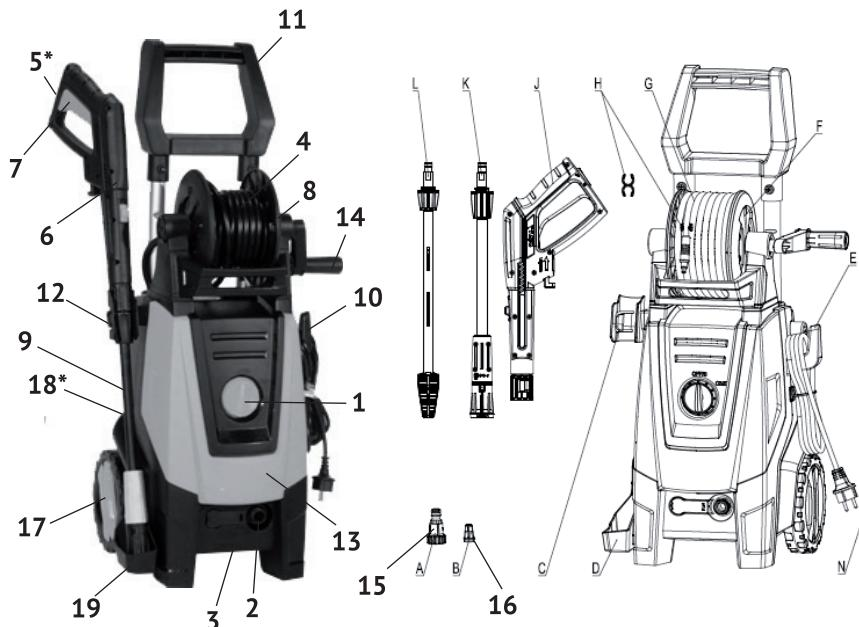

рис.1
4.1 Общий вид мойки представлен на рис. 1:
Электродвигатель с плунжерным насосом расположены в пластиковом корпусе (рис.1 поз.13). Сверху на корпусе закреплена рукоятка (рис.1 поз.11) для транспортировки. На держателе (рис.1 поз.12) крепится пистолет (рис.1 поз.19) с насадкой-удлинителем (рис.1 поз.20) и насадкой - распылителем с регулируемой головкой (рис.1 поз.9). Выключатель (рис.1 поз.1), выходной штуцер (рис.1 поз.2) и фиксатор быстросъёмного разъёма шланга высокого давления (рис.1 поз.3) расположены на передней панели корпуса мойки (рис.1 поз.13). На крюке (рис.1 поз.10) подвешен кабель питания с вилкой. На задней панели корпуса расположено отверстие для входа воды, на которое крепится входной
штуцер (рис.1 поз.15) с фильтром. (рис.1 поз.16). К штуцеру, через переходник (не входит в комплект поставки), подключается шланг подачи воды. В нижней части рукоятки пистолета (рис.1 поз.6) расположена клавиша блокировки курка от случайного включения (рис.1 поз.5) с символами: «замок закрыт» - заблокировано, «замок открыт» - разблокировано. Бачок для моющего средства (рис.1 поз.18) закреплён сзади под входным патрубком. Включение мойки осуществляется нажатием на курок (рис.1 поз.7), после его разблокировки. Мойка снабжена системой тотал – стоп (TSS), то есть, после отпускания курка автоматически отключается двигатель с насосом.
Нажмите пусковой курок пистолета, чтобы выпустить воздух из системы подачи воды. Заблокируйте пусковой курок, переведя клавишу (рис.1 поз.5) в положение «замок закрыт».